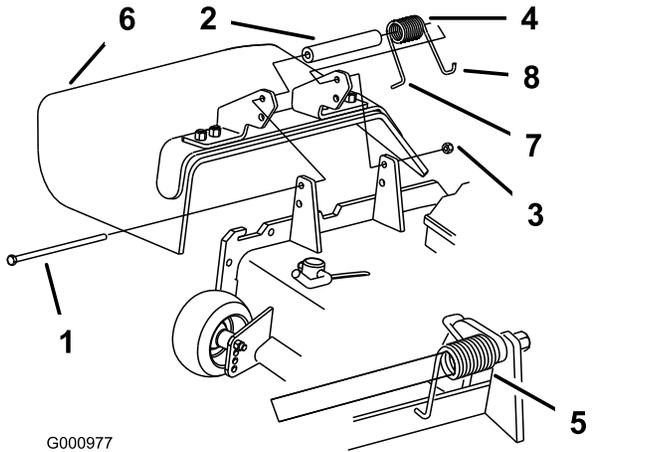

Bild 28
- Entfernen Sie die Sicherungsmutter, Schraube, Feder und das Distanzstück, mit denen das Ablenkblech an den Drehhalterungen befestigt ist (Bild 28). Entfernen Sie defekte oder abgenutzte Ablenkbleche.
befindet, bevor Sie die Schraube einsetzen, wie in **Bild 28** dargestellt.
- Setzen Sie die Schraube und Mutter ein. Führen Sie das J-förmige Hakenende der Feder um das Ablenkblech (**Bild 28**).